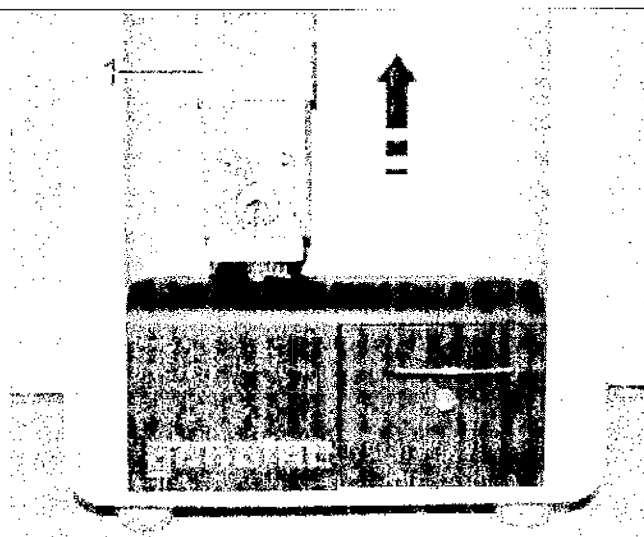

Рис. 73: Поднятие крышки подъемника.
4. Поднять крышку подъемника (рис. 73/1).